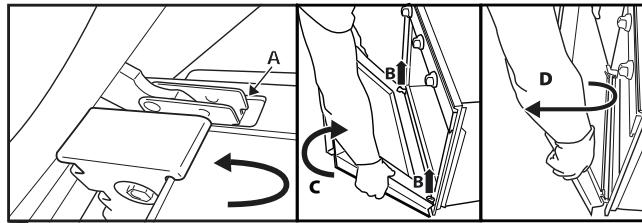

Рис. 2
3. Закройте дверцу до упора (A), поднимите (B) и поверните ее (C) так, чтобы она вышла из креплений (D) (Рис. 2).